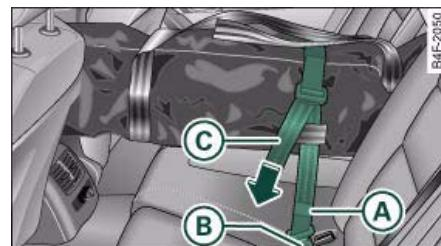

Fig. 94 Asiento trasero: Asegurar la bolsa
- Introduzca el cinturón de sujeción (A) de la bolsa en el cierre del cinturón central (B) ⇒ página 81, fig. 94.
- Apriete el cinturón de seguridad (C).